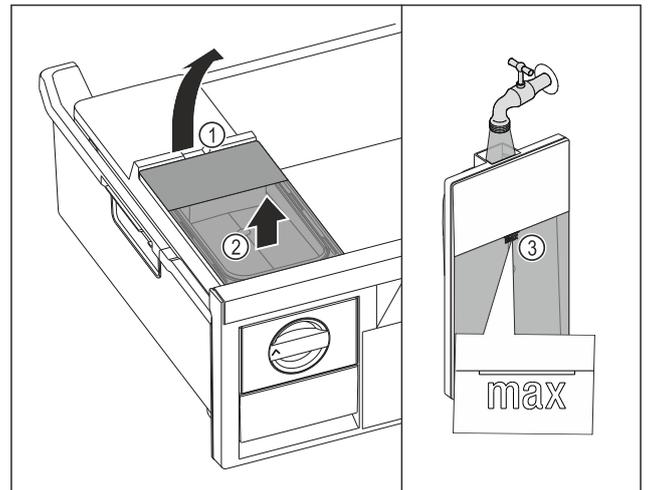

Fig. 107
- ▶ Wassertank an der Aussparung Fig. 107 (1) anheben.
- ▶ Wassertank nach oben entnehmen. Fig. 107 (2)
- ▶ Wassertank bis zur Markierung Fig. 107 (3) mit Trinkwasser befüllen.